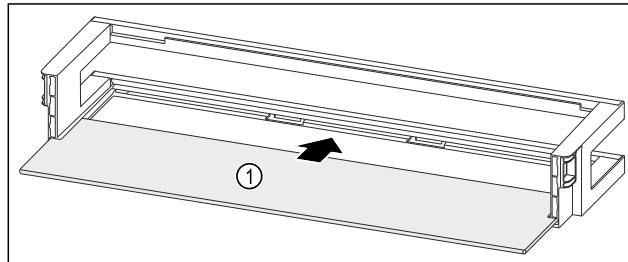

Fig. 94 Raft montat pe ușă cu raft
- Împingeți în interior raftul Fig. 94 (1) în degajările laterale.